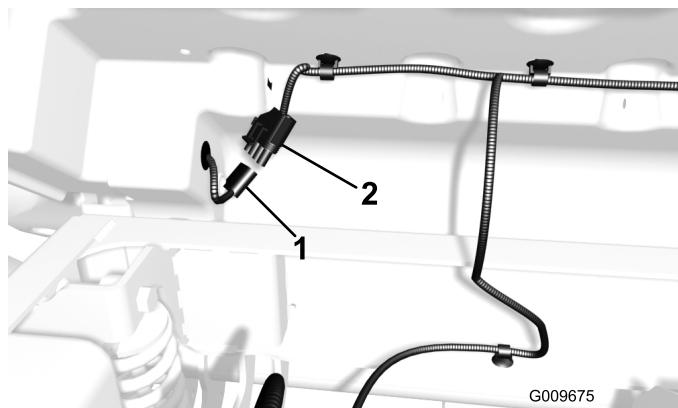

**Figure 24**
1. Trouvez les trous d'ancrage existants sur la surface inférieure du plateau (Figure 24).
2. Disposez le faisceau de câblage arrière comme montré à la Figure 24. Notez que le côté le plus long du faisceau de câblage terminé par un connecteur plat à quatre broches doit être acheminé vers le feu arrière gauche.